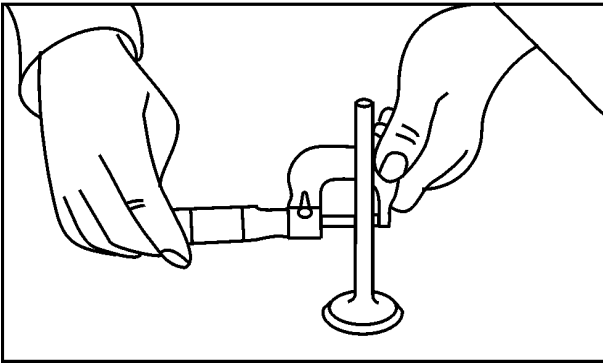

FIG 10
3. Verifique o diâmetro da haste das válvulas com o micrômetro em três posições, veja Especificações Técnicas, **Fig. 10**.